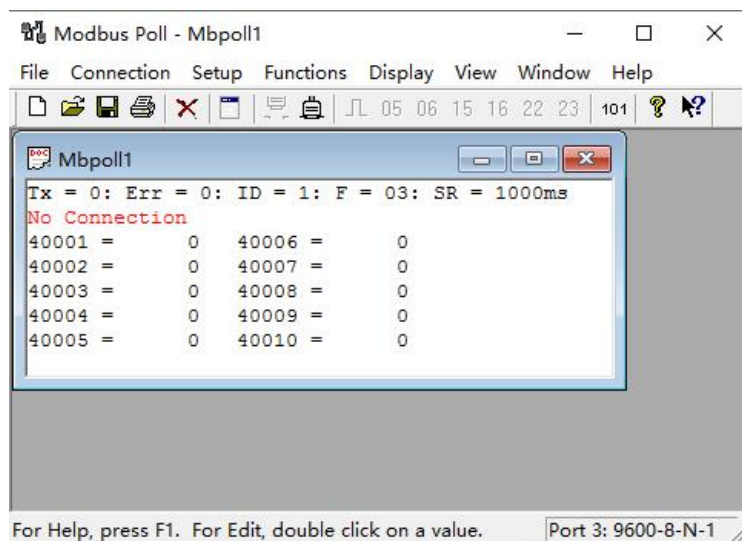

图 13 Modbus Poll 软件界面
(1) 双击 Modbus Poll 软件快捷方式，打开软件，其界面如图 13 所示。